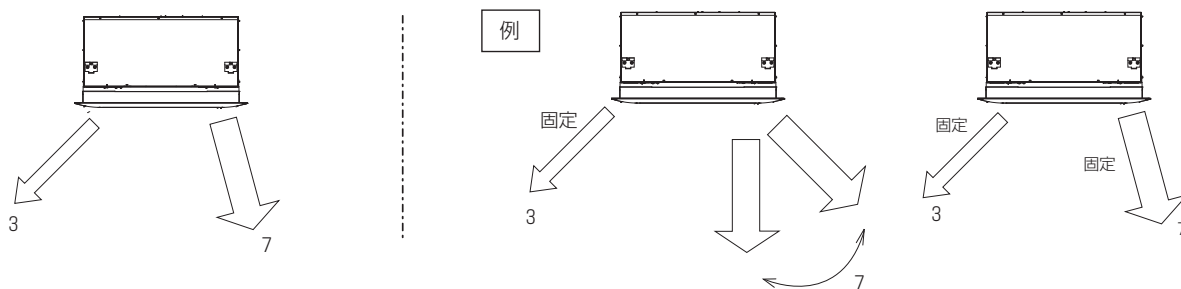

図25
- ※45、71、112形パネルの場合、8項の風の吹き分けとの組み合わせにより図25のように気流を選択できます。